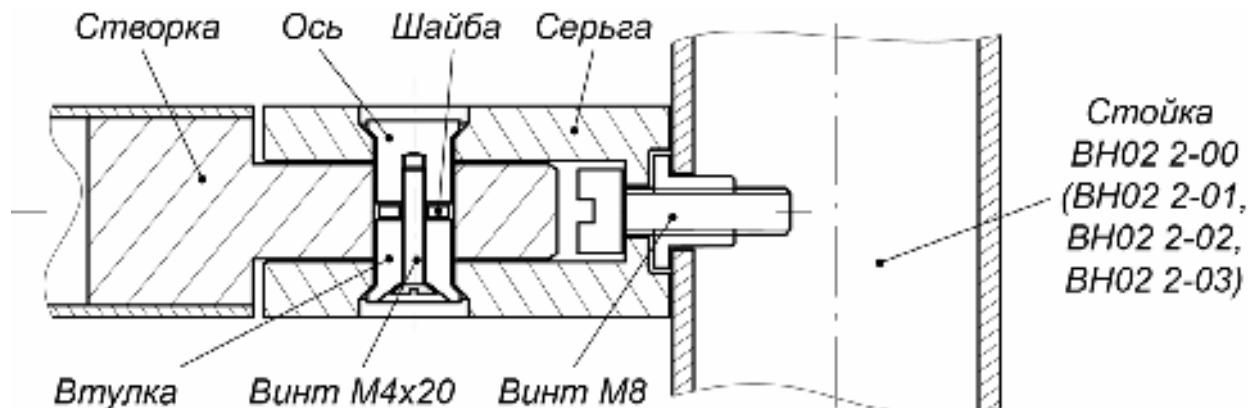

Рисунок 15. Крепление шарниров к опорной стойке поворотной секции ограждения
- На опорной стойке **BH02 2-00(01,02,03)**, к которой будет крепится поворотная створка, двумя винтами M8 закрепите две серьги шарниров (рис. 15).
- Установите на установочной поверхности и закрепите болтами M10 опорную стойку. Усилие затяжки – предварительное. Соберите шарнирные узлы и установите створку на опорной стойке, как показано на рис. 15.
3. На стойках ограждения винтами M8 закрепите по две серьги шарниров створки (рис. 15).
4. Установите стойки на установочной поверхности и закрепите их болтами M10. усилие затяжки – предварительное. Соберите шарнирные узлы и установите створки на стойках, как показано на рис. 15.
4. Закрепите на опорной стойке **BH02 2-00(01,02,03)**, к которой будет крепится поворотная створка, двумя винтами M8 две серьги шарниров, как показано на рис. 15.
5. Установите стойку на установочной поверхности и закрепите ее анкерными болтами M10. Усилие затяжки – предварительное. Соберите шарнирные узлы и установите створку на опорной стойке, как показано на рис. 15.